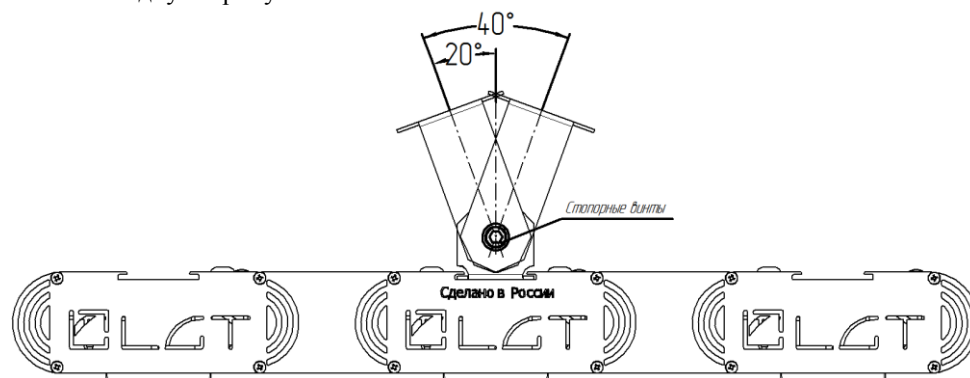

Рис. 2
- 3) Отвернуть поворотные скобы в сторону поверхности установки до упора (Рис. 2). Максимальный угол поворота скобы на светильнике 20° в одну сторону.